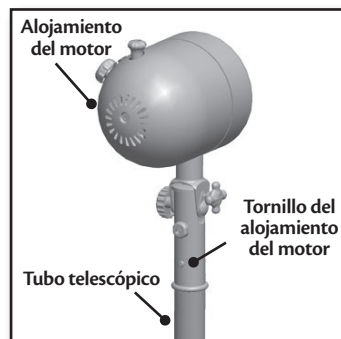

Figura 8
2. Asegure el alojamiento del motor sobre el tubo telescópico y apriete el tornillo del alojamiento del motor. Figura 8.